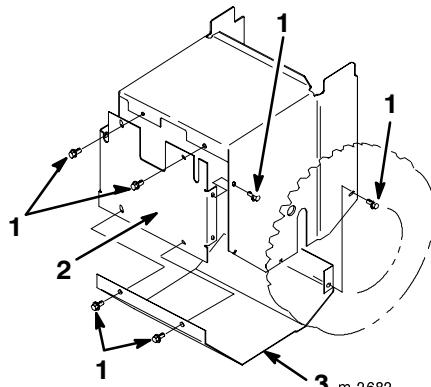

Figure 33
- Enlevez les 8 vis de fixation des plaques de protection arrière et inférieure et déposez celles-ci (Fig. 33).